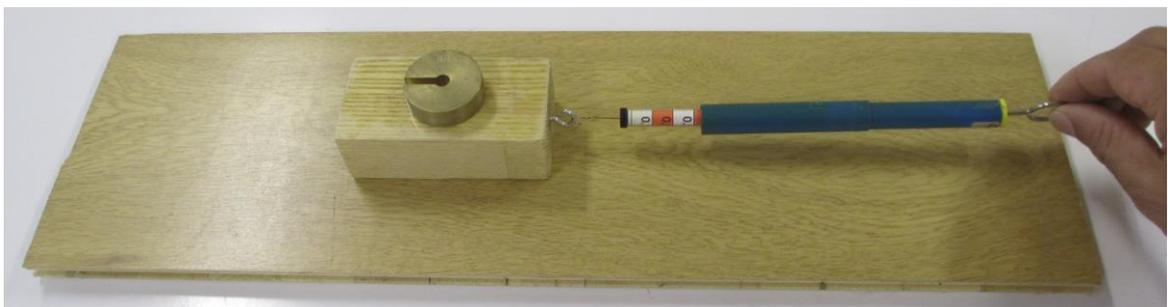

Figura 4 – Realização experimental. Conjunto bloco-massa.
6. Puxe muito lentamente o dinamómetro até que o bloco se mova. O valor lido deve ser aquele observado imediatamente antes do movimento (figura 4).